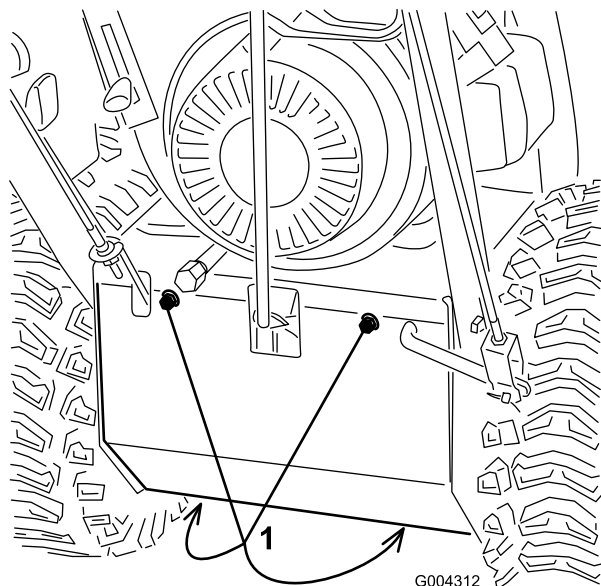

Figure 34
3. Retirez les 4 boulons à embase qui fixent la plaque de protection inférieure au châssis, et déposez la plaque (Figure 34).
3. Retirez les 4 boulons à embase qui fixent la plaque de protection inférieure et déposez la plaque (Figure 34).
6. Retirez les 4 boulons à embase qui fixent la plaque de protection inférieure au châssis, et déposez la plaque (Figure 34).